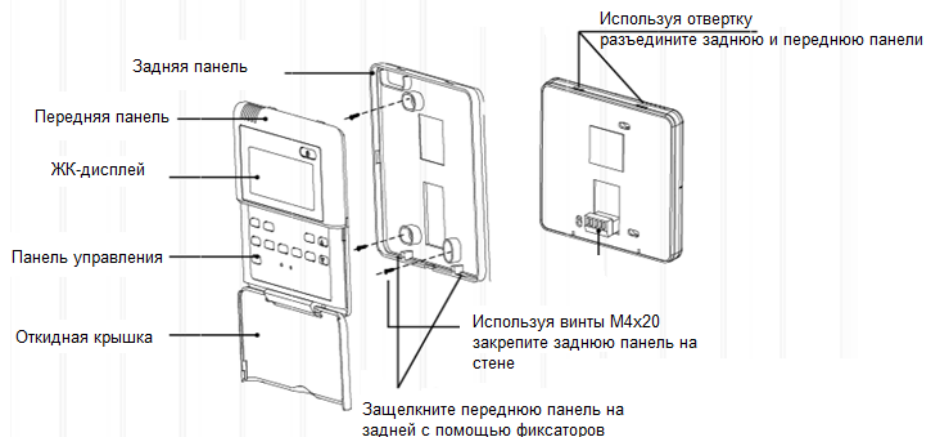

Рис.2-6
- Установка проводного пульта на стене (рис.2-6)